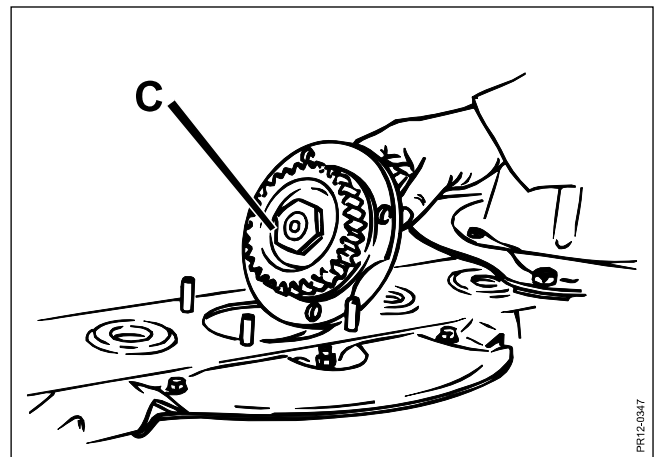

Fig. 5-13
- Fig. 5-13** Verwendet wird ein Mähbalken, bei dem jede einzelne Nabe **C** unter den Scheiben leicht von oben her (Top Service Balken) ausgetauscht werden kann.